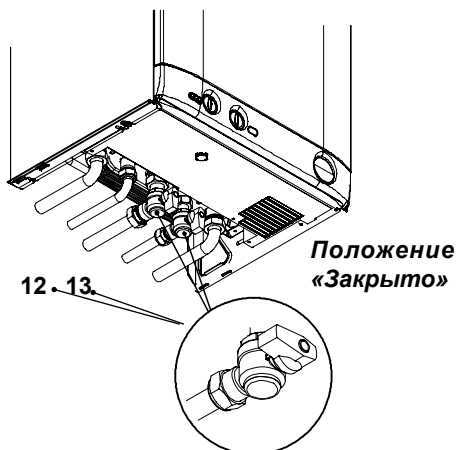

рис. 6.2
- Закройте газовый кран 12 (рис. 6.2)